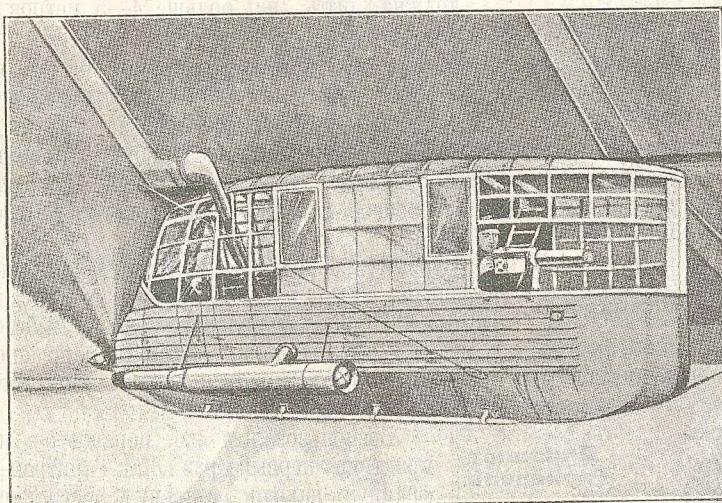

Рис. 4. Пулеметная установка в моторной гондоле Цеппелина.
Рис. 4. Схема двухтактного мотора: А — камера сжатия, В — поршень, С — картер, Д — выпускное окно, Е — трубы от картера к цилинду, F — выпускной клапан, G — клапан, регулирующий поступление рабочей смеси в картер.
**1-й такт — ход поршня вниз.** Камера сжатия А (рис. 4) наполнена взрывчатой смесью, предварительно сжатой. При взрыве этой смеси образуется большое количество газов высокого давления, которые давят на поршень и толкают его вниз. Это есть рабочий ход поршня.
Дойдя до конца своего хода (нижняя мертвая точка, — положение то на рис. 4 показано пунктирной линией), поршень открывает выпускное окно D, и сгоревшие газы через это окно быстро уходят из цилиндра, а давление в цилиндре падает до равновесия с атмосферным давлением. Как только газы уйдут из цилиндра и давление в цилиндре упадет, свежий воздух (или рабочая смесь), сжатый в картере С, проходя по трубке E, открывает клапан F, проходит в цилиндр, выталкивает оставшиеся сгоревшие газы из цилиндра через окно D и заполняет цилиндр.